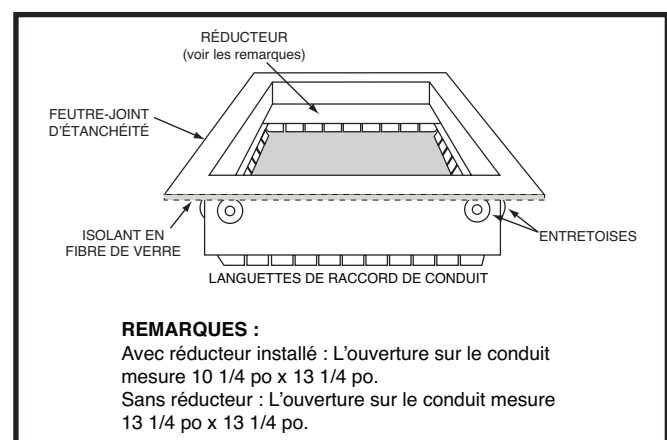

Figure 9. Raccord de conduit
- Cette fournaise est certifiée pour une utilisation sur un plancher ou des supports en bois, mais ne doit pas être installée directement sur du tapis, des carreaux ou tout autre matériau combustible autre qu'un plancher de bois. **REMARQUE :** La fournaise peut être installée sur un plancher combustible avec des raccords de conduits approuvés par le fabricant (Figure 9). Cet accessoire fourni par l'usine doit être installé dans la cavité du plancher et fixé au conduit d'alimentation d'air avant l'installation de la fournaise à flux descendant.